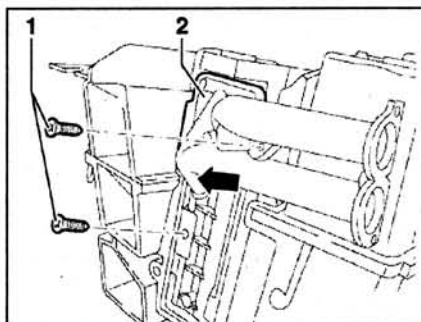

Рис. 8.68. Выкрутите винты 1 и извлеките радиатор 2 из отопителя.
1. Выкрутите винты 1 и извлеките радиатор 2 из отопителя (рис. 8.68).